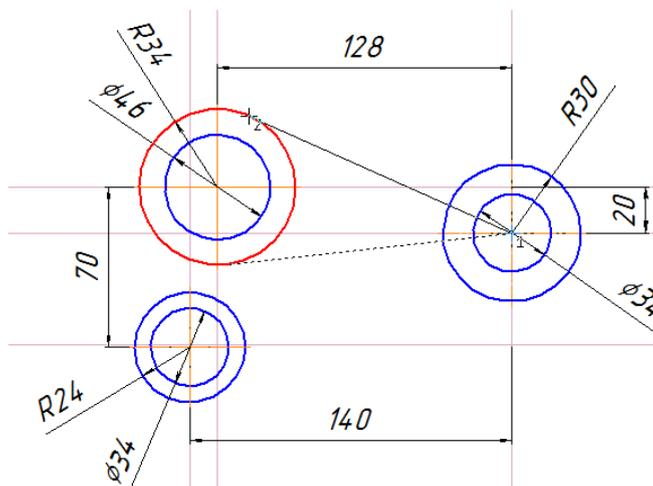

Рисунок 27
3. Постройте отрезок, проходящий через центр окружности $\phi 34$ касательно к окружности, имеющей R34. Для этого активизируйте команду **Касательный отрезок через внешнюю точку** . Укажите начальную точку отрезка центр окружности $\phi 34$ и курсором укажите окружность имеющей R34 (рисунок 27). Система создаст два варианта отрезка, удовлетворяющих заданным условиям. Верхний вариант будет отображаться сплошной линией, то есть будет текущим. Нижний вариант будет отображаться штриховой линией, то есть будет дополнительным. Щелчком на кнопке **Создать объект**  на панели специального управления создайте верхний (текущий) отрезок. Щелчком на кнопке **Прервать команду**  откажитесь от создания нижнего отрезка.